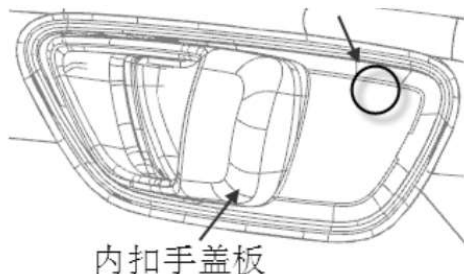

图8-1-1内扣手盖板垫拆卸示意图
(1) 如图 8-1-1，先拉开内扣手手柄大约 45°，再用缠有保护胶带的小号一字螺丝刀从箭头所指凹槽处将车门内扣手盖板撬出；